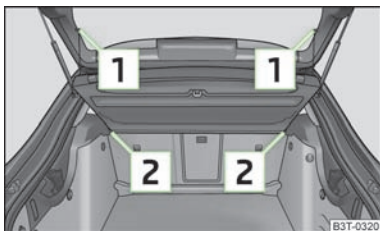

Abb. 69
- Die Haltebänder  » Abb. 69 aushängen.